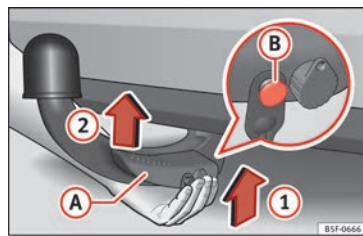

Fig. 224 Colocar bola desmontable / perno de desbloqueo en el estado desplegado
- Sujete la bola desmontable desde abajo » fig. 224 y encájela en el alojamiento del gancho siguiendo el sentido de la flecha (1) hasta que se encastre de forma audible » ⚠.